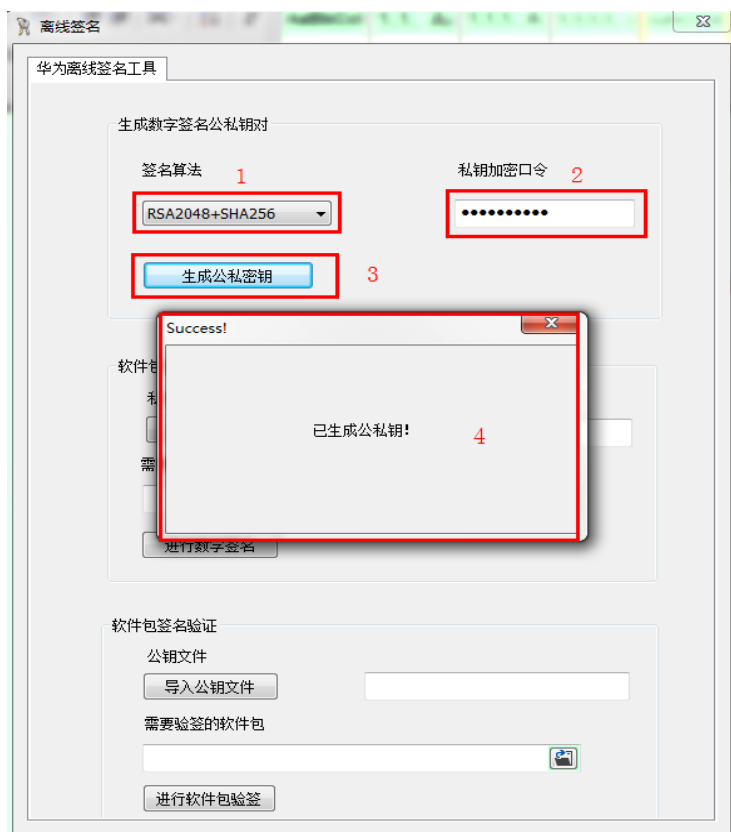
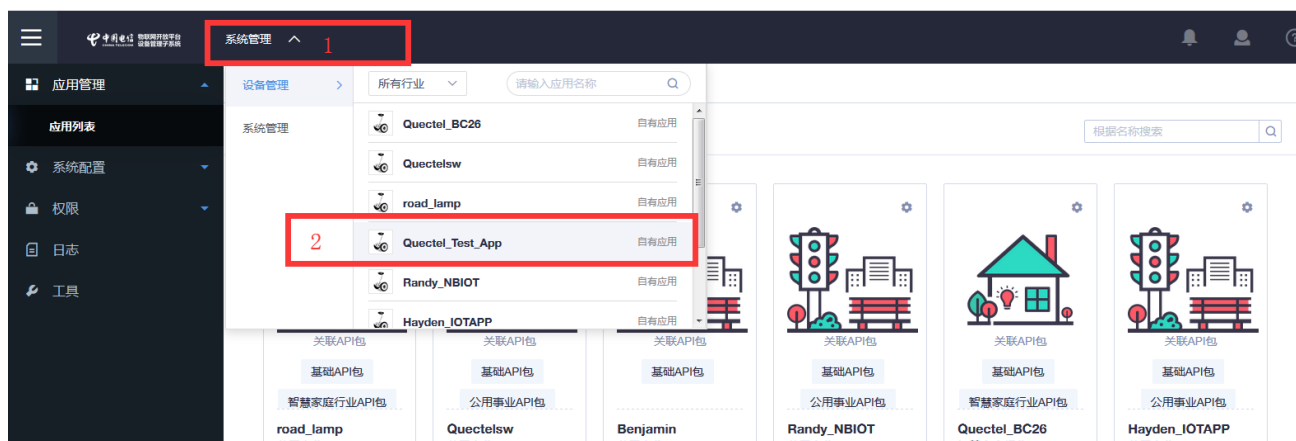

图 4：生成公私密钥
图 5：公钥上传页面路径 1
3. 进入 设备管理→产品→软件库→公钥管理→上传 页面，上传公钥文件 *public.pem* 到中国电信物联网开放平台，“厂商名称”与 profile 文件里面的厂商名称是对应的，如图 4 和图 5 所示。